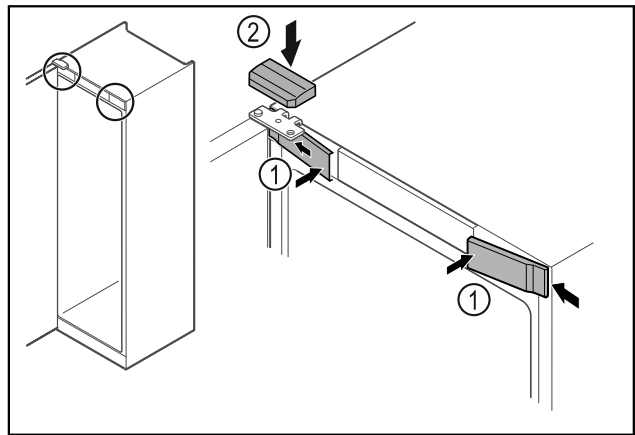

Fig. 47 \*
- Klik de forreste afdækninger Fig. 47 (1) i på siden, og lad dem gå i hak.\*
- Klik på den øverste afdækning Fig. 47 (2) på ovenfra.\*